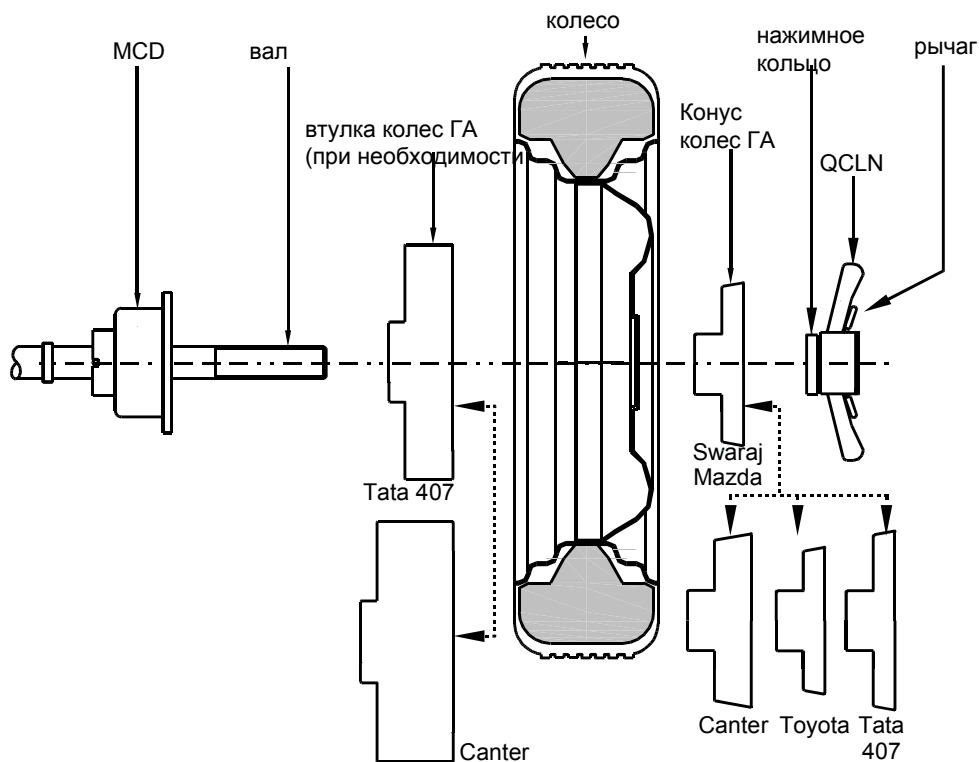

рис. 16
1. Поместите подходящую пластиковую втулку на вал, состыковывая ее твердую поверхность с поверхностью MCD как показано на рис.16